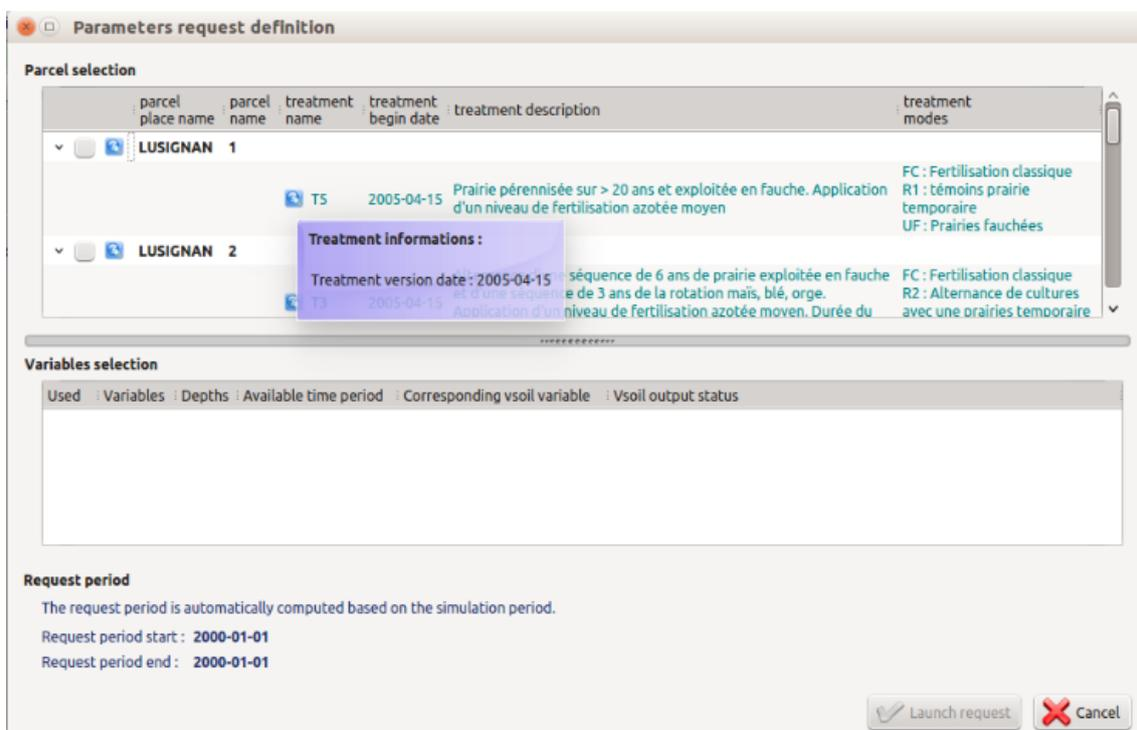

FIGURE 8 – Informations complémentaires sur un traitement
- des informations complémentaires en passant le curseur sur le symbole  (figure 8).